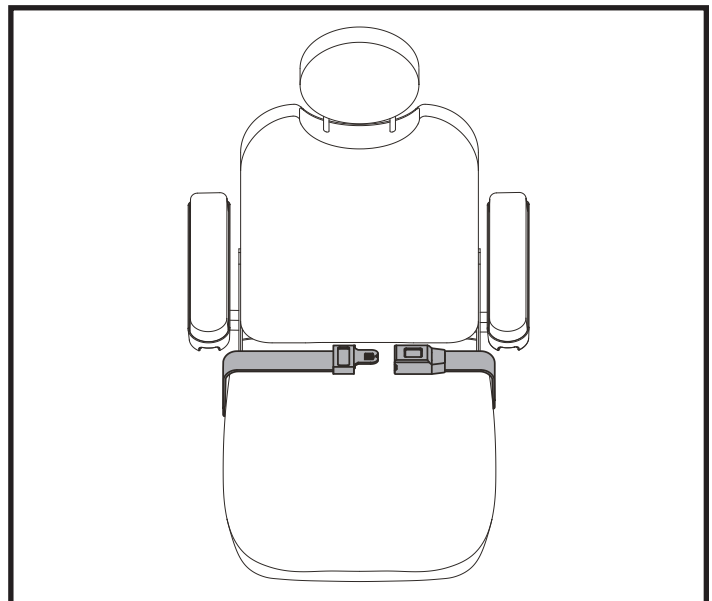

Figure 14. Ceinture de positionnement
Voir la figure 14. La ceinture de positionnement, réglable, a été conçue pour soutenir et empêcher tout glissement vers le bas ou vers l'avant une fois assis. La ceinture de positionnement n'a pas été conçue pour être utilisée comme ceinture de sécurité.
4. Prenez place sur le siège, insérez la patte métallique d'un côté dans le boîtier de la boucle du côté opposé jusqu'à ce que le «clic» se fasse entendre. **Voir la figure 14.**